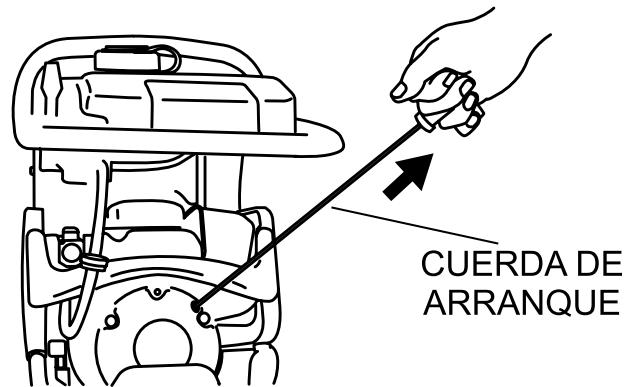

Figura 9. Arranque por retroceso
4. Agarre la manija de la soga de arranque (Figura 9) y jálela hasta que sienta una leve resistencia. Luego jale brusca y rápidamente. Regrese la manija a la caja de arranque antes de soltarla.